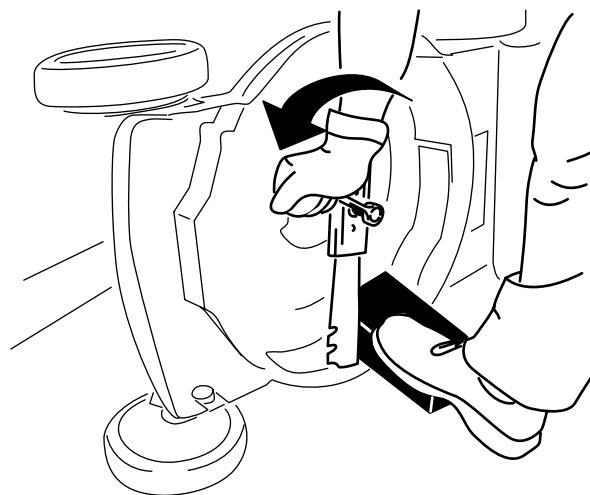

Figura 21
3. Folosiți o bucată de lemn pentru a menține lama stabilă (Figura 21).
4. Îndepărtați lama, păstrând toate elementele de montare (Figura 21).